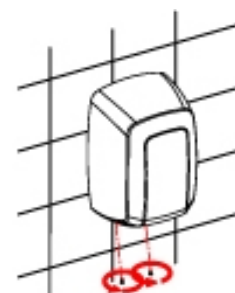

Рисунок 10.
- Вставить винты крепления корпуса на основании и затянуть их поставляемым в комплекте специальным ключом (Рисунок 10).